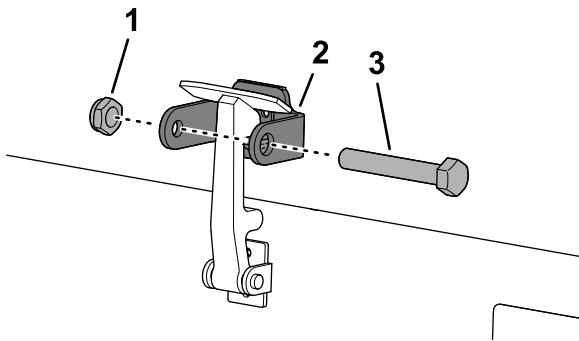

**Bild 25**
7. Haken Sie den Riegel in die Halterung des Motorhaubenriegels ein (Bild 25).